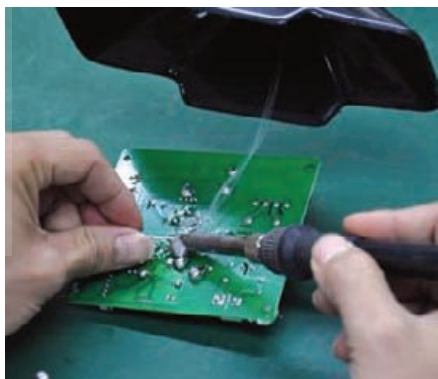

图4-31 镀焊锡
2. 元件焊接前，接触部位要打磨，然后点上熔化的松香清洗一下，随后用烙铁快速镀上一层焊锡（图4-31）。